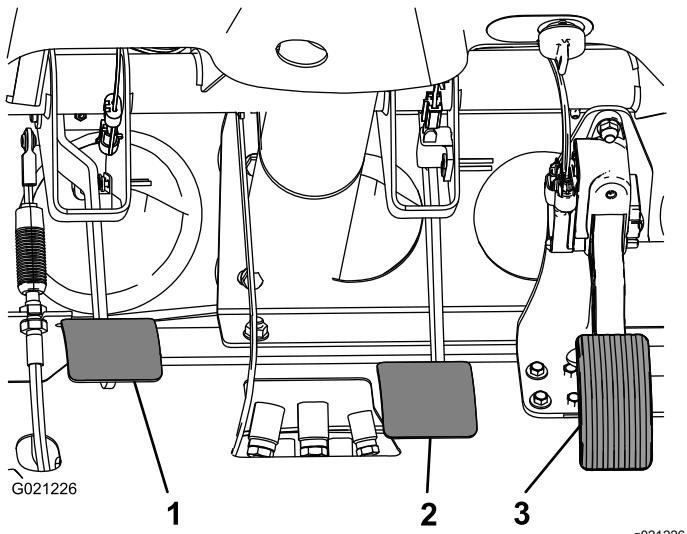

Figura 66
2. Tire hacia arriba del pedal de freno (Figura 66) hasta que entre en contacto con el bastidor.
3. Afloje las contratuerzas que fijan la horquilla al eje del cilindro maestro (Figura 66).